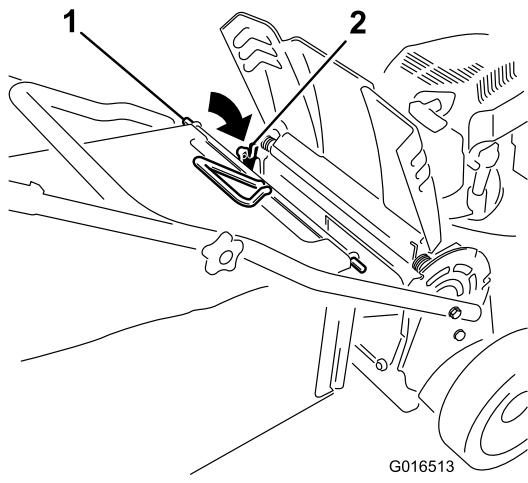

Figure 26
- Installez la tige de bac dans les crans à la base du guidon et déplacez le bac d'avant en arrière pour vérifier que la tige est bien au fond des deux crans ; voir Figure 26.